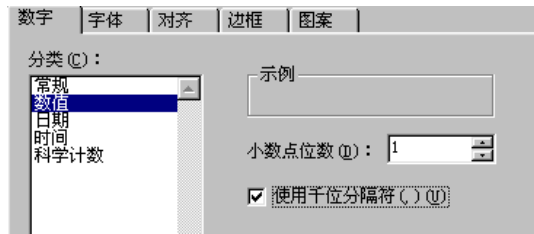

图 17.19
- ◇ 数值：如图 17.19 所示，单元格中为数字时，可以设置显示时的数值的小数点位数，选择“千分位分割符”选项，当数值位数较多时，自动添加千分位分割符。仅在单元格显示数字时有效。